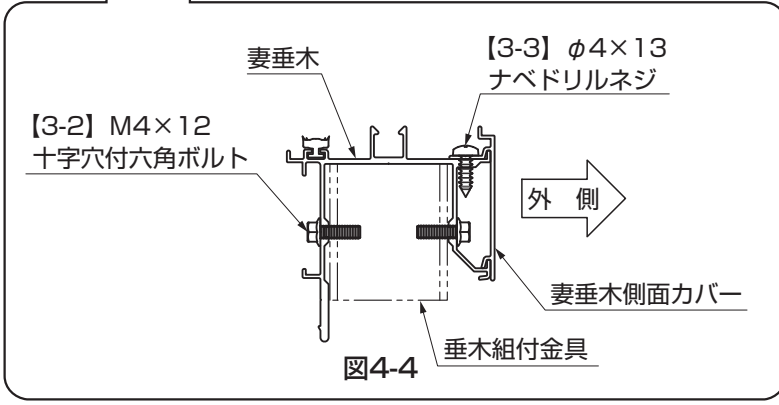

図4-4
- ① 妻垂木を桁・垂木掛けに【3-2】で取付けてください。
- ② 妻垂木側面カバーを妻垂木に【3-3】で取付けてください。(図4-1、図4-4参照)
- 妻垂木には取付ける向きがあります。図4-1、図4-4を参照して取付けてください。